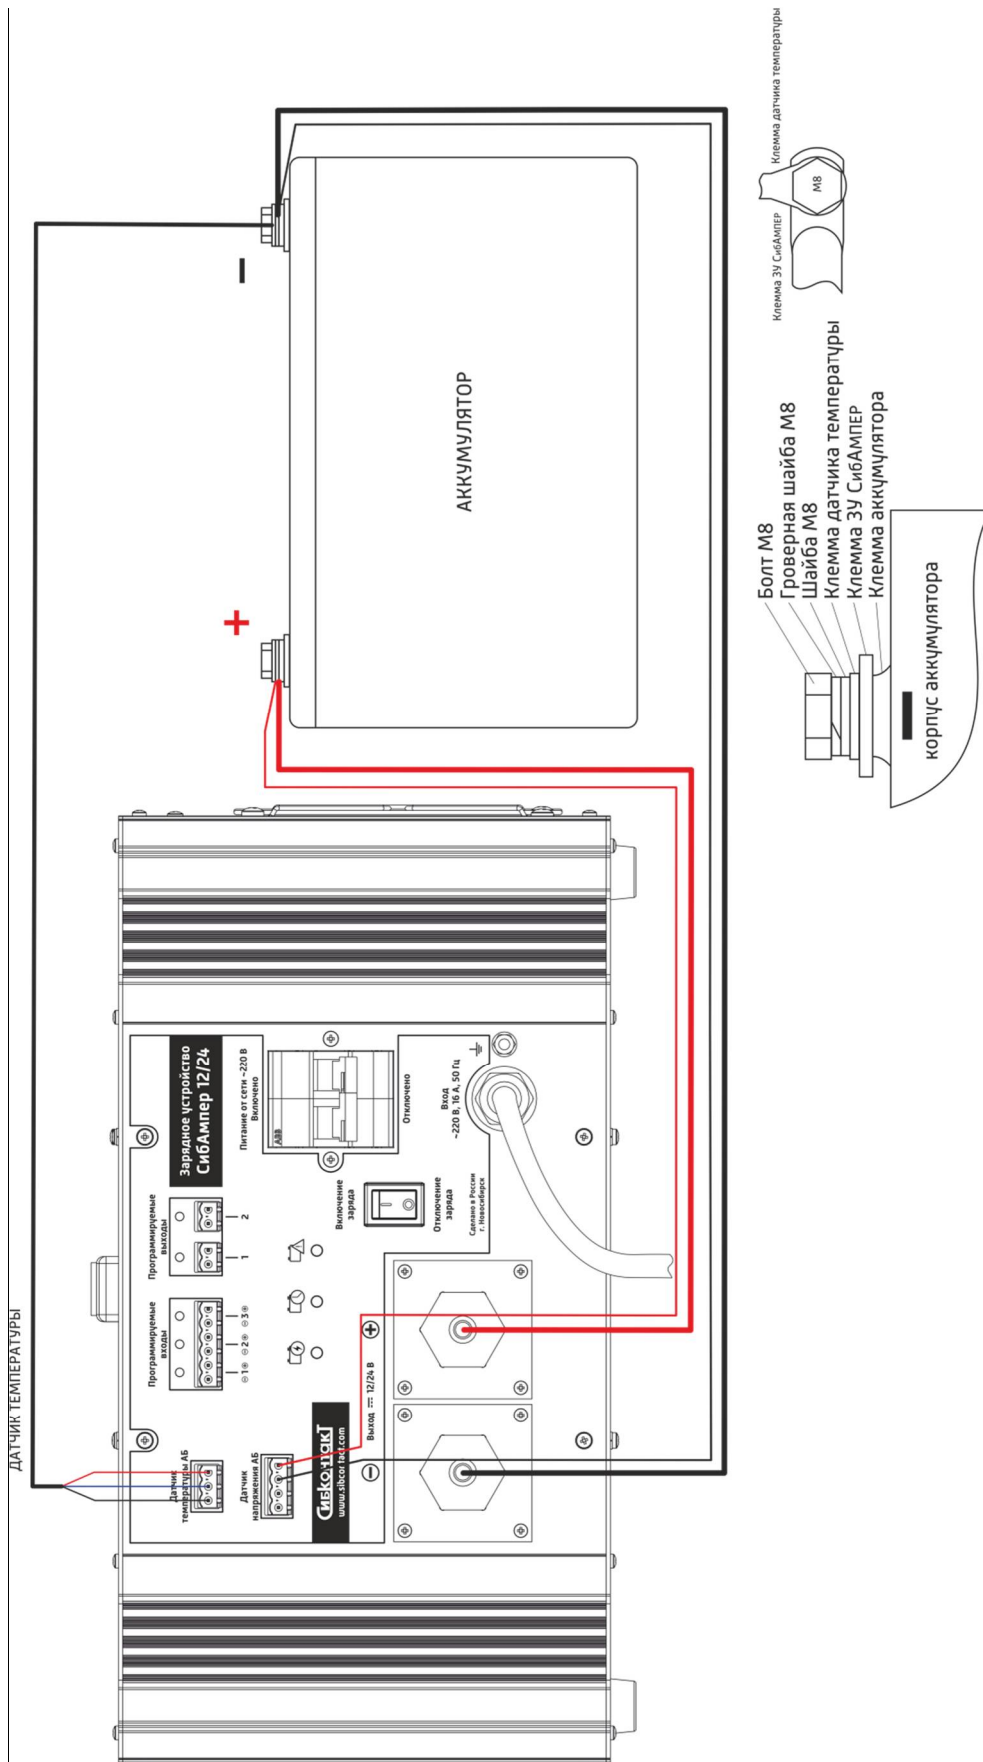

Рисунок 21 – Схема подключения свинцово-кислотной АБ к ЗУ
8) соединить «←» черный кабель ЗУ с «←» клеммой АБ в следующей последовательности (см. рисунок 21 и 22):
9) соединить «+» красный кабель ЗУ с «+» клеммой АБ в следующей последовательности (см. рисунок 21 и 22):